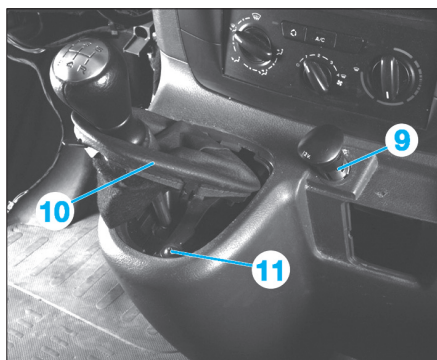

Fig. 13
- Déposer l'allume-cigare (9) (Fig.13).
- Dégrafer le soufflet du levier de vitesses (10).
- Déposer la vis de fixation supérieure (11) de la console centrale de plancher.